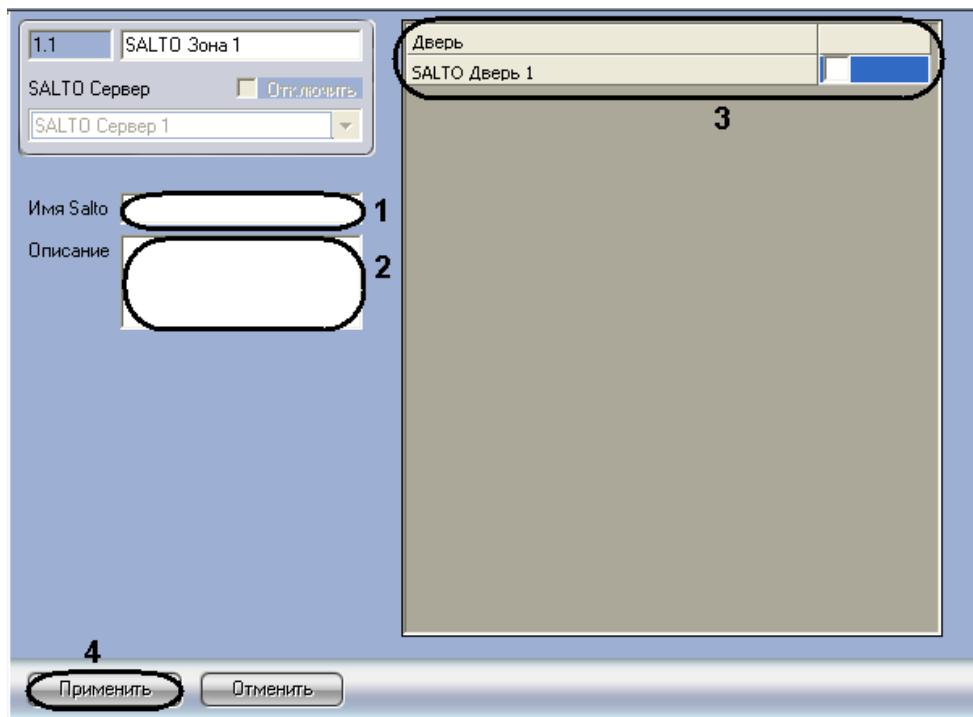

Рис. 3.3—11 Настройка зоны СКУД SALTO
2. В поле **Имя Salto** ввести название зоны, которое будет задано объекту в SHIP (см. Рис. 3.3—11, 1). Введенное название должно быть уникальным.
3. В поле **Описание** ввести описание зоны (см. Рис. 3.3—11, 2).